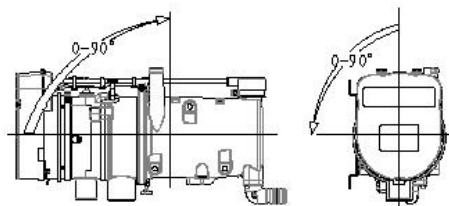

图 9
3.2.3 主机的安装方向应利于水管中空气的排放。根据安装环境允许向指定方向倾斜，但偏离“正常安装位置”不能超过 90° ，如图 9。